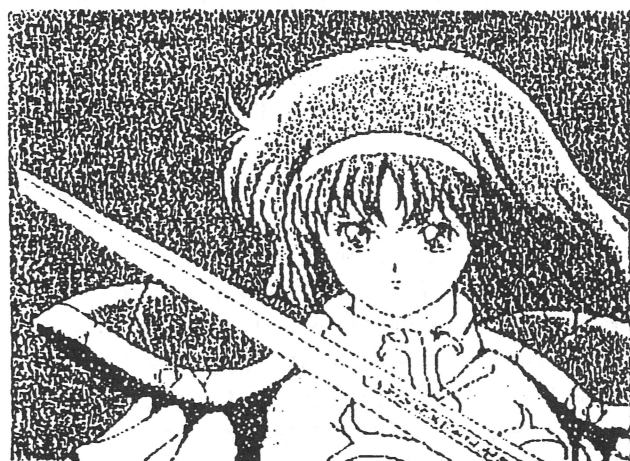
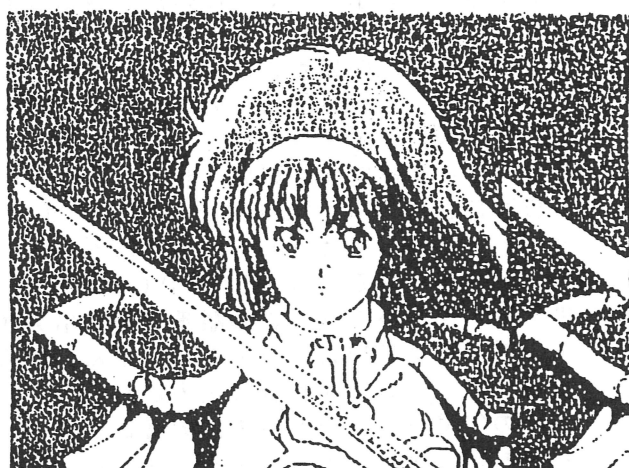

図5-9 WORD RAM 1M DMA画面 (32セルモード)
図5-10 WORD RAM 1M DMA画面 (40セルモード)
- ⑤ 画面は、“WORD RAM 2M DMA”チェック画面に切り替わります。④の項目と同様に画面が、32セルモード(図5-9)、40セルモード(図5-10)と自動で切り替わりますので、キャラクターの欠けや化け、色抜け、歪み等の不具合がなければ、STARTボタンを押し次の検査項目へ進みます。